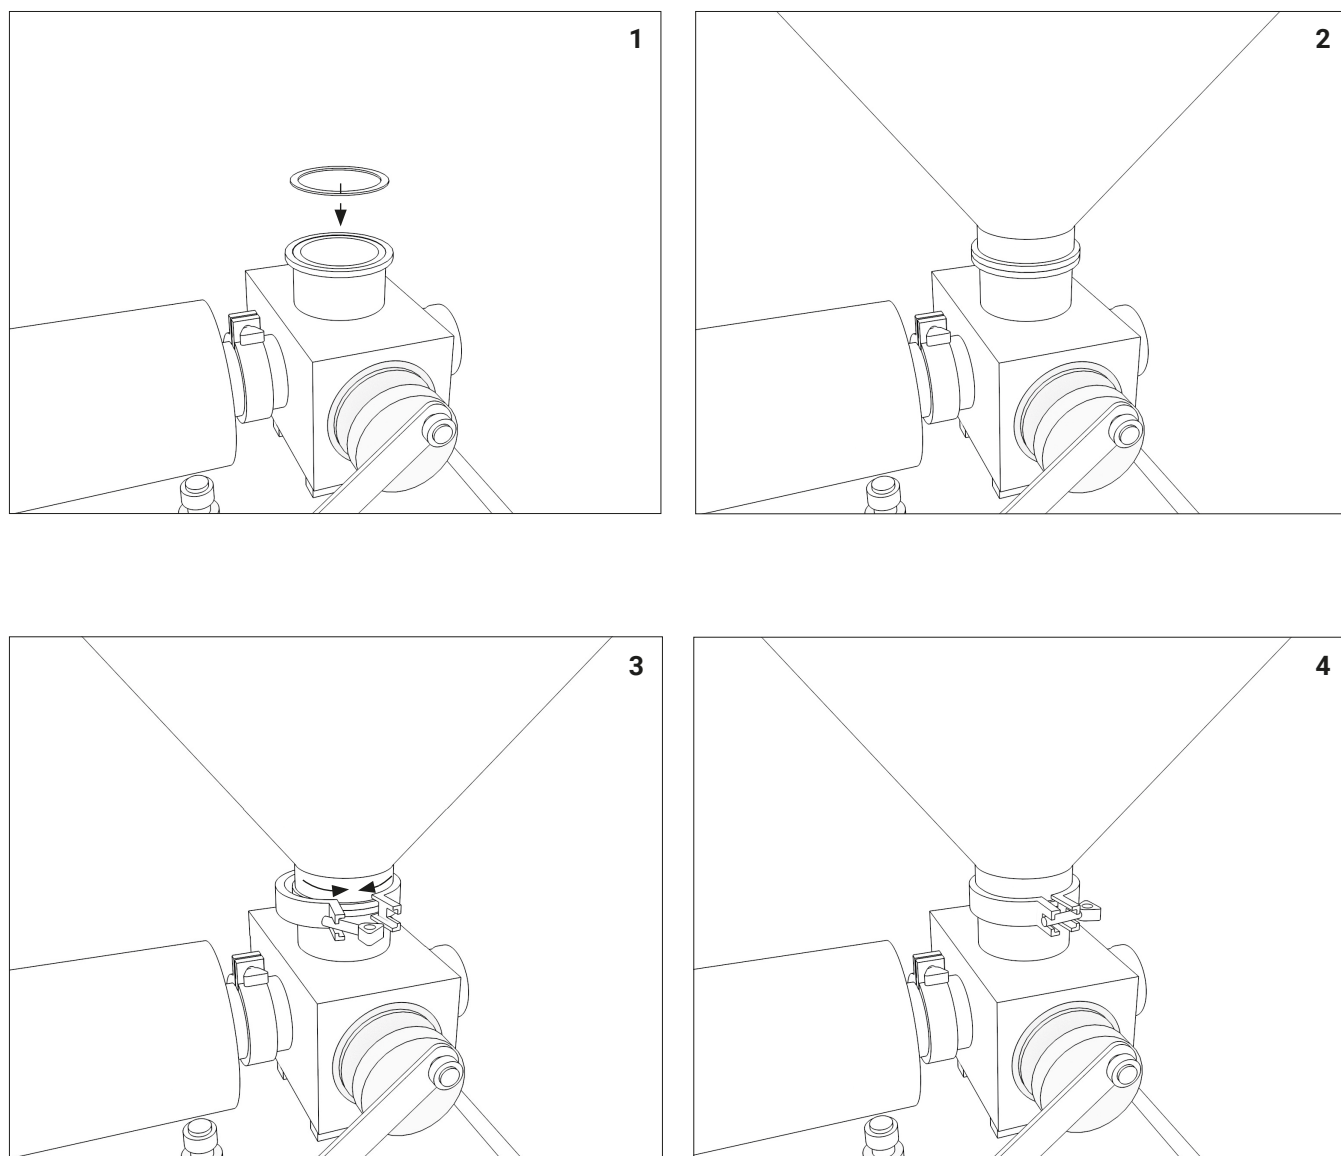

Рис. 12
10.12. Установить бункер (рис. 12).